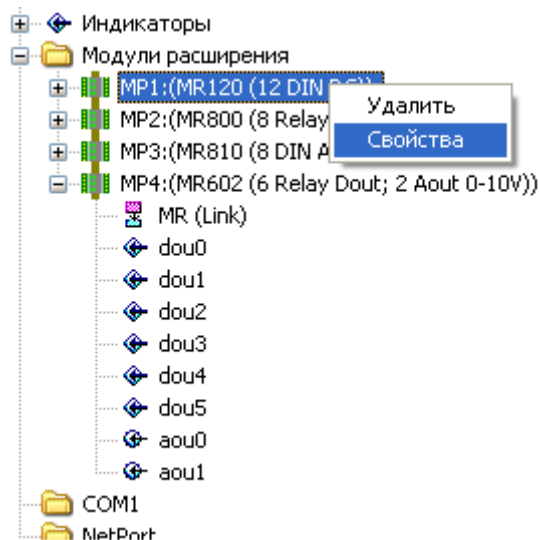

Рис. 11 Дерево устройств SMLogix с MP
5. Нажать ОК. Теперь в дереве устройств отображаются выбранные MP (см.Рис. 11).